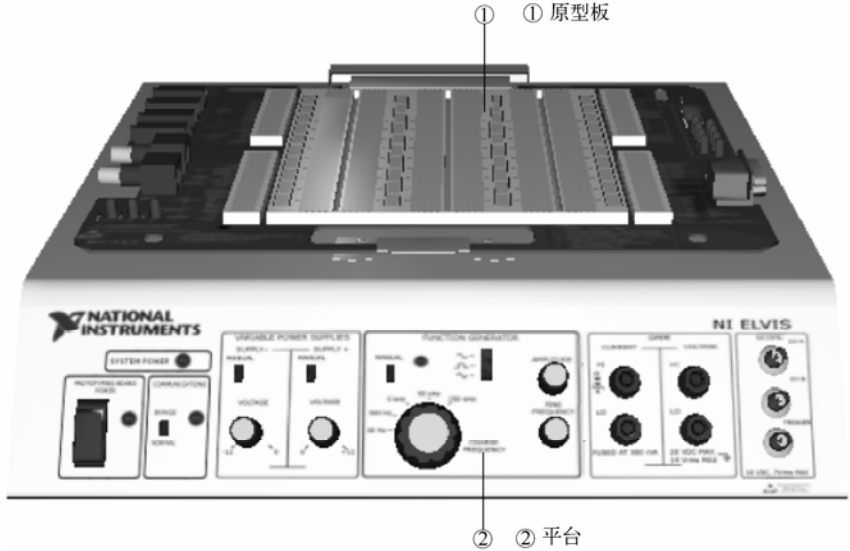
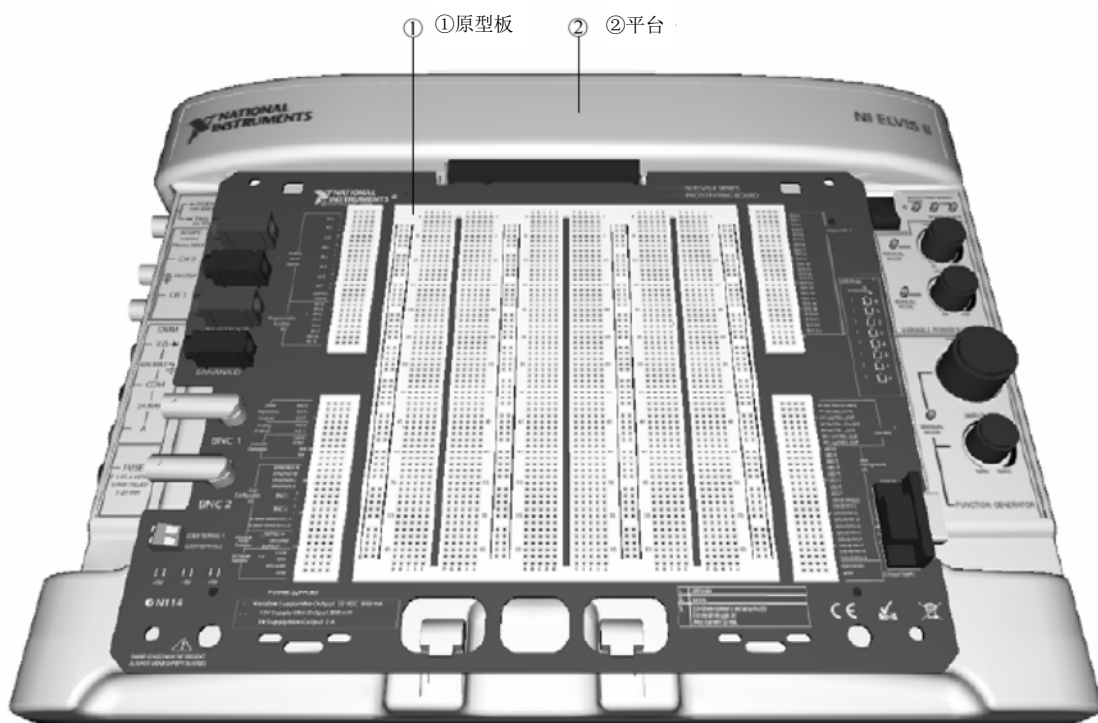

图 11-24 NI ELVIS I 原型板与平台
图 11-25 NI ELVISII 原型板与平台
如图 11-24 中①所示的 Virtual ELVIS I 原型板和图 11-24 中②所示的 Virtual ELVIS I 平台。NI 已推出如图 11-25 中①所示的 Virtual ELVIS II 原型板与如图 11-25 中②所示的 Virtual ELVIS II 平台。